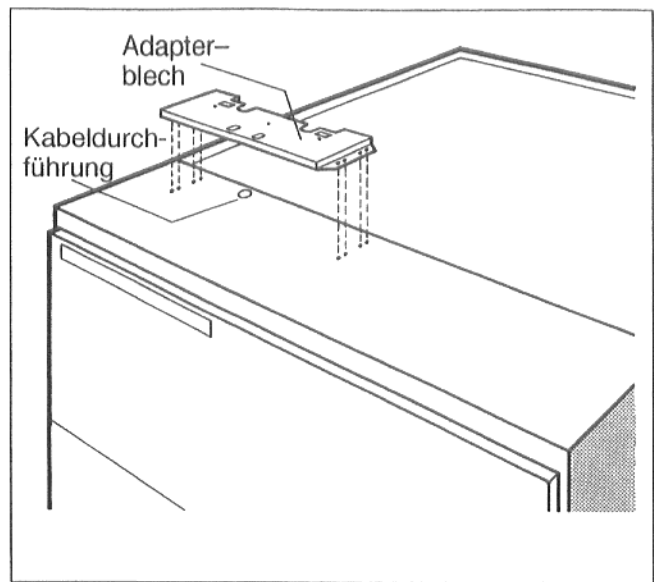

Abb. 50
- Adapterblech wie dargestellt, links oder rechts auf der vorderen Kesselhaube aufschrauben (Abb. 50). Die Befestigungsbohrungen in der Kesselhaube sind vorhanden. Adapterblech bei Linksanschlag der Brennertür links und bei Rechtsanschlag rechts montieren.